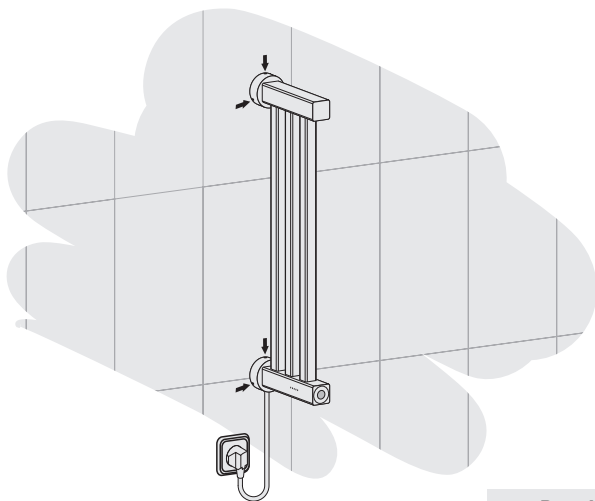

Рис.4
4.1.7. Подключить полотенцесушитель к электросети используя сетевой шнур (рис. 4).